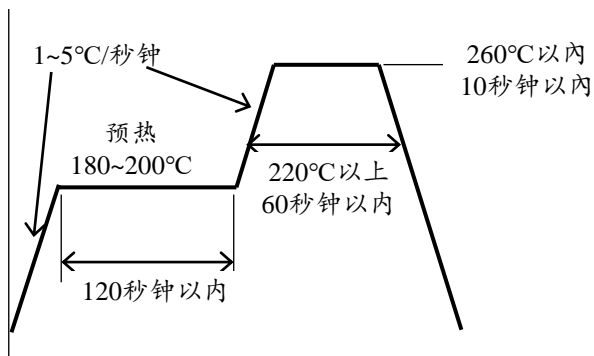

图8. 回流焊条件（日亚推荐）
- 2) 关于回流焊温度曲线，应该在参考图8基础上，根据使用的焊料进行设定。